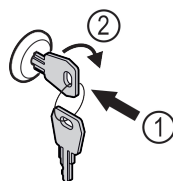

Fig. 105
- ▶ Sleutel erin duwen Fig. 105 (1).
- ▶ Sleutel 90° rechtsom draaien Fig. 105 (2).